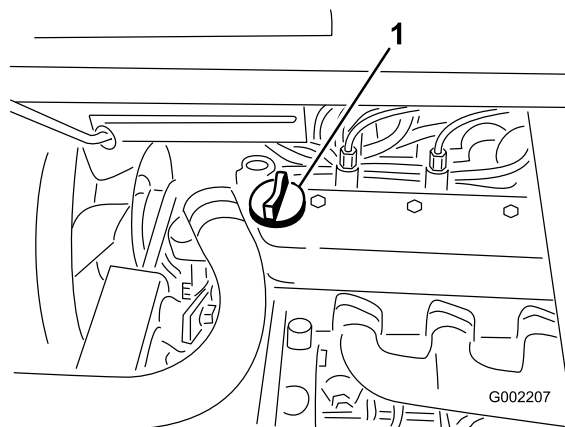

Figura 38
3. Se l'olio è insufficiente, togliete il tappo di rifornimento dal coprivalvola (Figura 38) e versate l'olio nel foro finché non raggiunge il segno di pieno (Full) sull'asta; il tipo di olio e la viscosità adatti sono riportati nella sezione Manutenzione dell'olio motore. Versate l'olio lentamente, controllando spesso il livello durante questa operazione. Non riempite troppo.